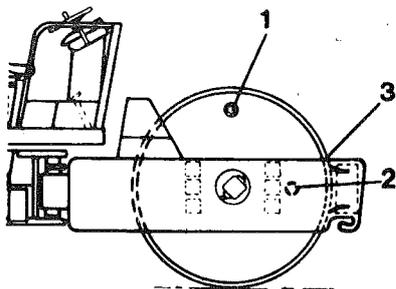

Abb. 54 Bandage - Ölstand prüfen
3 Die Walze waagrecht aufstellen, so daß die Schraube (1) ganz oben zu liegen kommt; siehe Abb. 54.